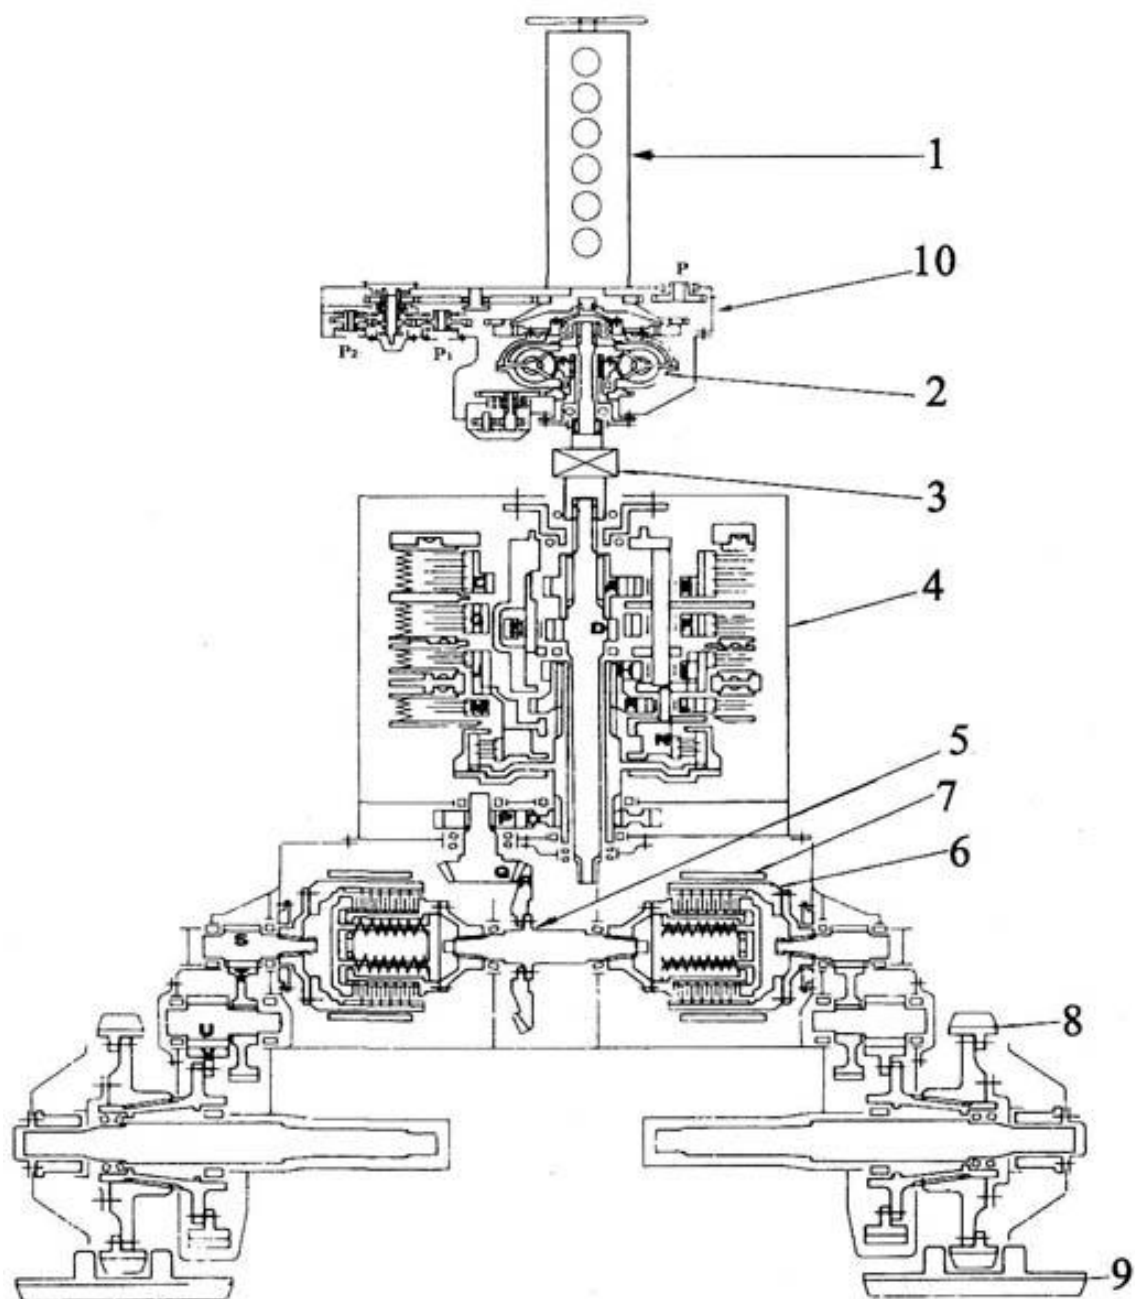

Рис. 1-4
1.2.12 Принципиальная схема трансмиссии (Рис. 1-4)